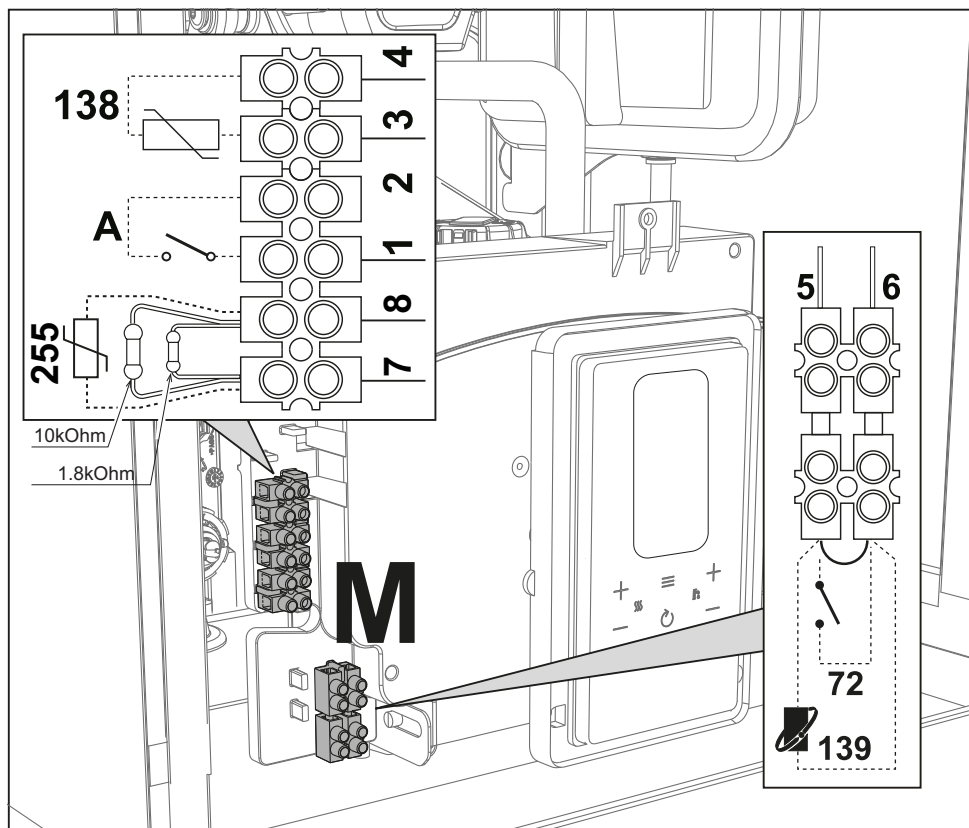
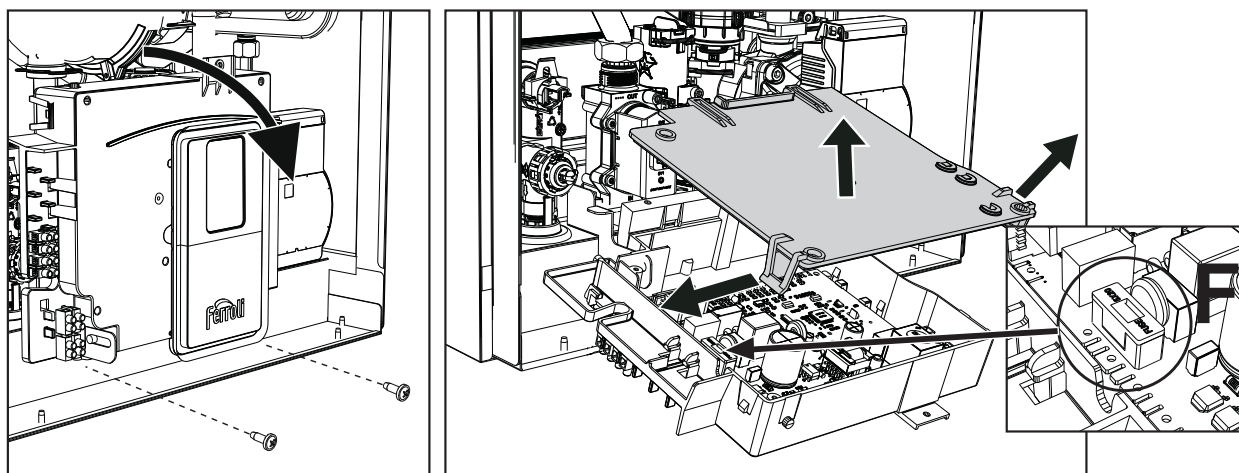

рис. 29
рис. 30
После снятия передней панели (***) 'Открытие передней панели' on page 39 (***) можно получить доступ к клеммным колодкам (M) и предохранителю (F), следуя инструкциям, описанным ниже (рис. 29 и рис. 30). Клеммы, указанные в рис. 29, должны иметь чистые контакты (не 230 В). Расположение зажимов и их назначение показаны также на электрической схеме на рис. 66.
Конфигурация выключателя ON/OFF (А рис. 29)